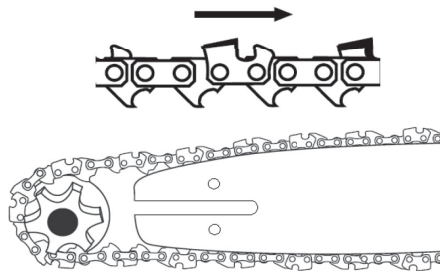

Рис. 9
5. Наденьте цепь на ведущую звездочку (рис. 9).